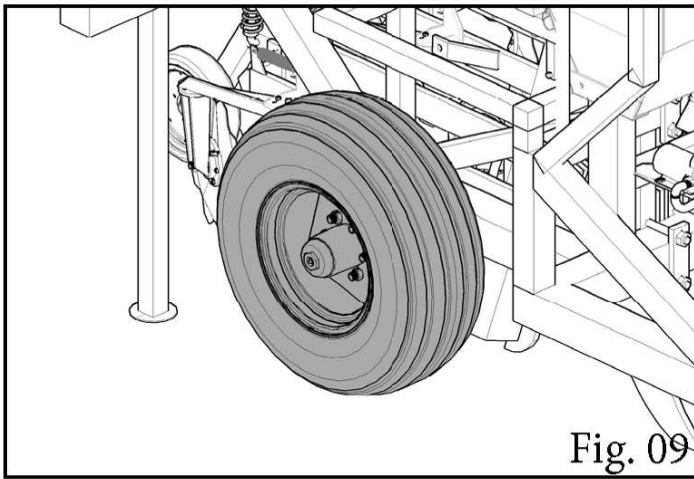

Fig. 09
- * Verificar se os pneus estão devidamente calibrados e engraxados destacado na *Fig.09*;
- * Engraxar as rodas a cada 3 meses de uso *Fig.09*;